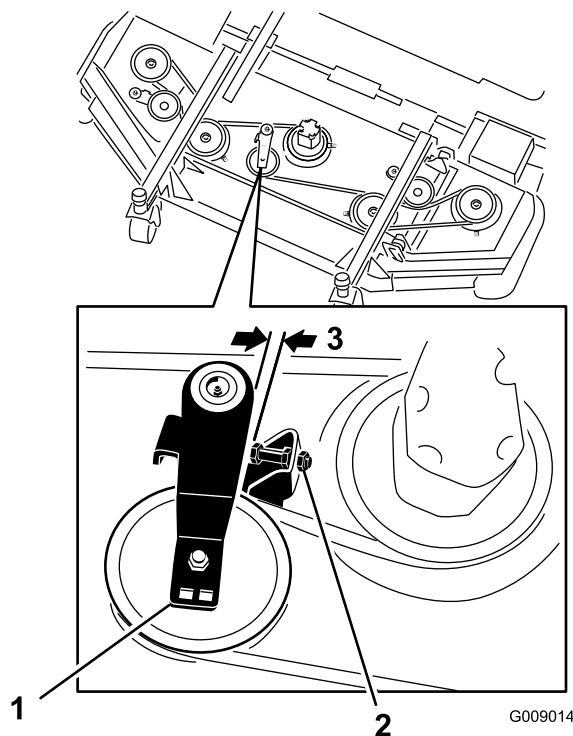

Figure 93
3. Sur le plateau avant central, desserrez les écrous de blocage sur la vis d'arrêt de la poulie de tension et vissez la vis d'arrêt dans le support (Figure 93).
4. À l'aide d'une clé à cliquet ou d'un outil similaire, éloignez chaque poulie de tension de plateau latéral de la courroie d'entraînement pour détendre cette dernière et pouvoir la déchausser de la poulie (Figure 93).